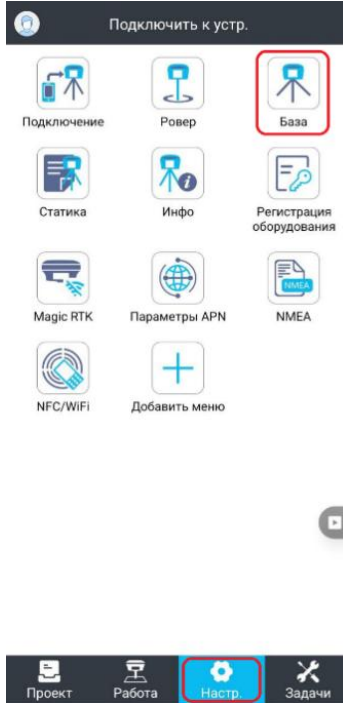

Рисунок 5.2.48
2. Нажмите на **База** (Рисунок 5.2.48).